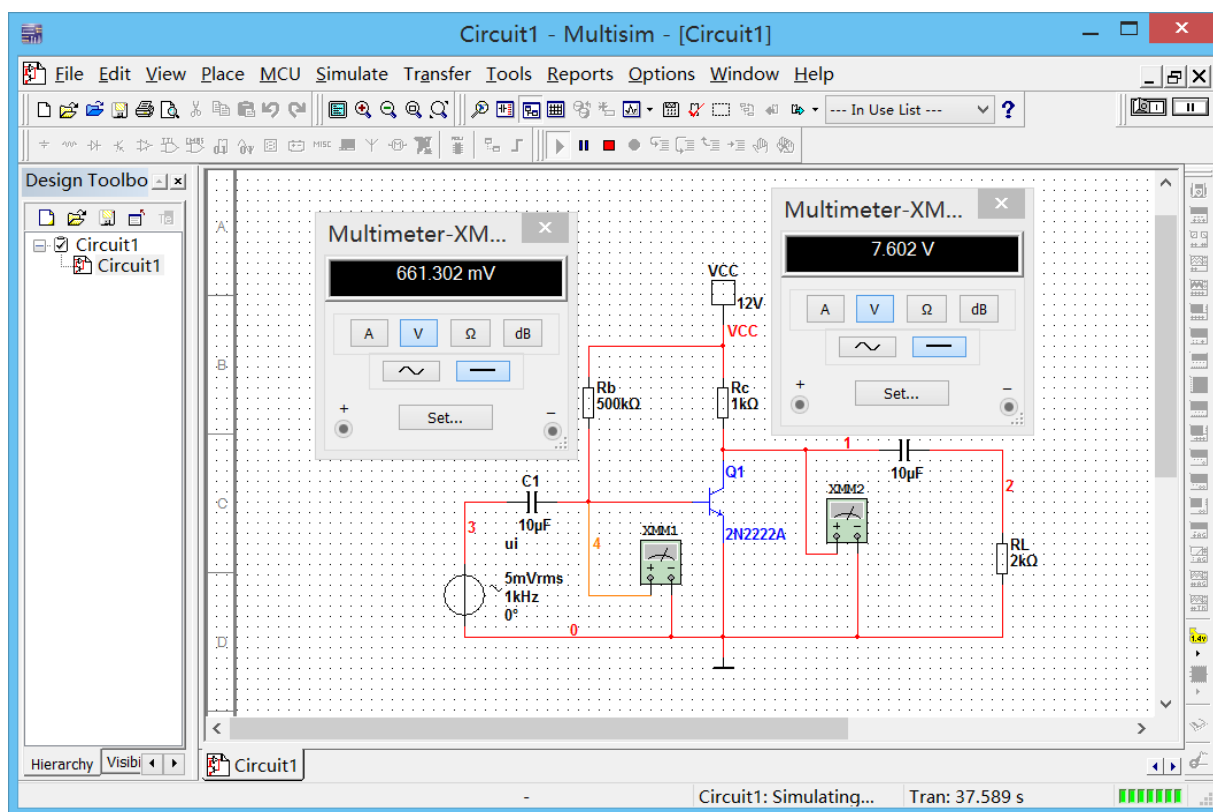

图 7.8 测量 U_{BEQ} 和 U_{CEQ}
它们移至合适位置，依照 5.1 节所描述的方法将数字万用表的测量方式设置为测量直流电压，如图 7.8 所示。
- 仿真测量：打开仿真开关，数字万用表即可显示出测量的 U_{BEQ} 和 U_{CEQ} ，如图 7.8 所示。